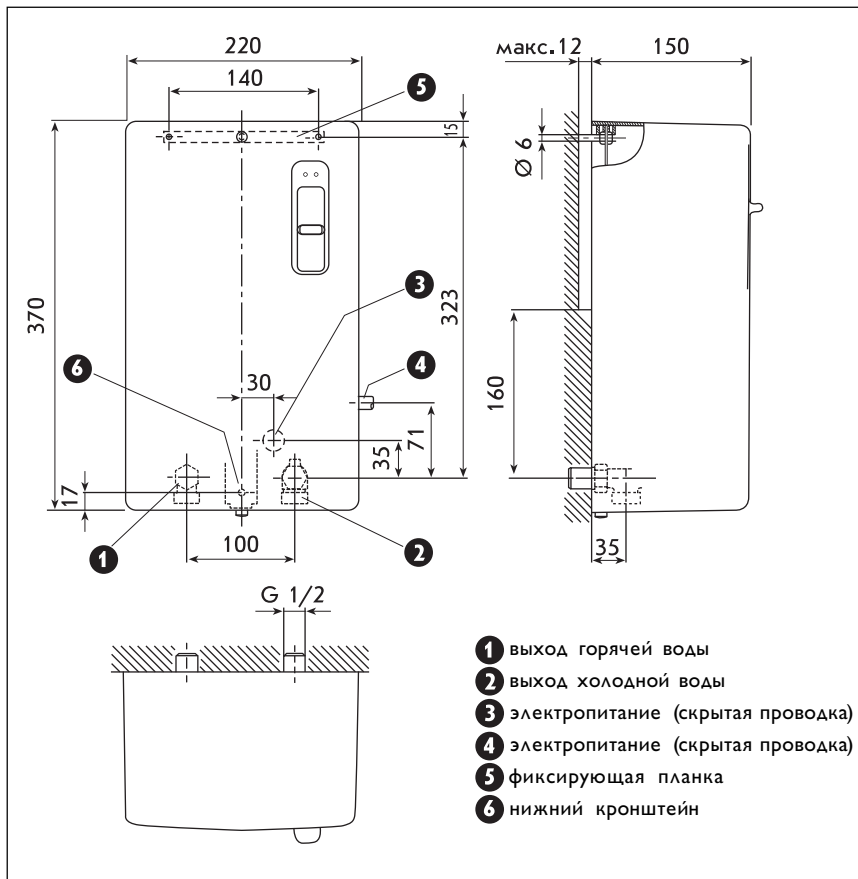

Рис. 2
Прибор типа DHA следует устанавливать в вертикальном положении (согласно рис.2), как можно ближе к точкам предполагаемого водозабора.
Укрепите прибор на стене (см. рис. 2), закрепив как верхнюю, так и нижнюю часть прибора.
- Минимальный безопасный изоляционный промежуток - 3 мм. Размеры подключений - см. рис. 2
- закрепите крепежную планку (см. рис. 2). Используйте шурупы 4,5 x 35 мм.
- укрепите прибор на крепежной планке с помощью шестигранной гайки. При этом возможно появление неровностей, напр. из-за смещения кафельной плитки, не более 12 мм. (см. рис. 2)